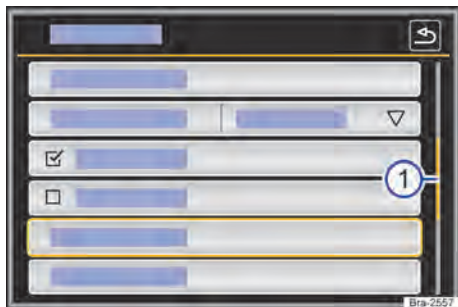

Fig. 118 Representação esquemática: entradas da lista no menu de configurações.
As entradas de lista podem ser acessadas pelo toque direto no display ou por meio do botão de rolagem → Fig. 118 ④.
Se em uma exibição de lista houver mais registros selecionáveis do que podem ser visualizados, são mostradas superfícies de função para a rolagem ou uma barra de rolagem à direita na imagem → Fig. 118 ①.